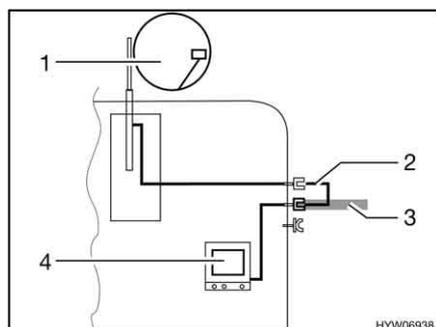

Fig. 155 TV dans le véhicule
- TV dans le véhicule (Fig. 155,4) : Raccord à l'antenne sur le toit (Fig. 155,1) avec câble d'alimentation (Fig. 155,2)
- TV dans le véhicule (Fig. 155,4) : Raccord à l'antenne extérieure (Fig. 155,3)